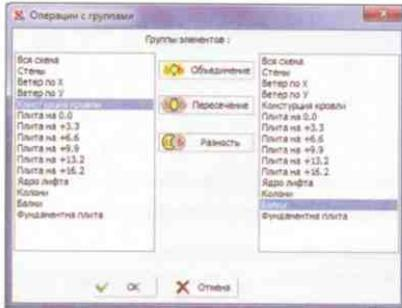

Рис. 6.6-5. Диалоговое окно **Операции с группами**
- в диалоговом окне **Операции с группами** (рис. 6.6-5) отметить в левом и правом списках по одной группе, участвующие в операции;